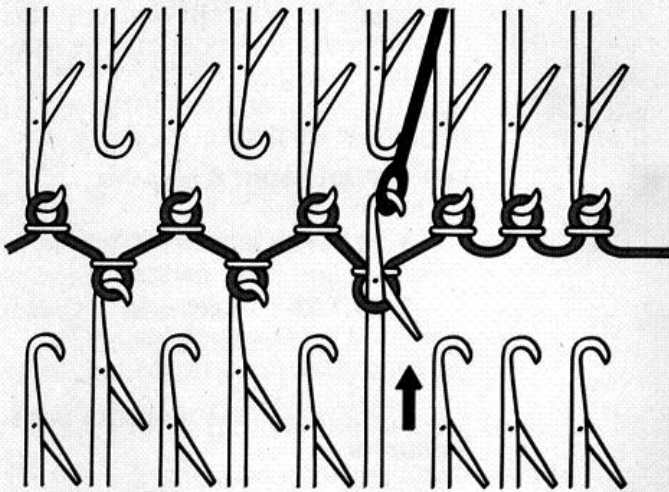

Fig. 38
- Introduire le chas du poinçon dans le crochet de l'aiguille. Tirer verticalement pour faire passer la maille derrière le clapet de l'aiguille (fig. 38).